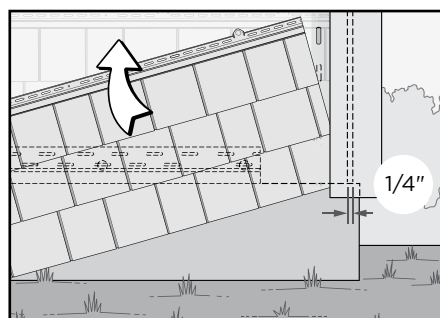

Figura 2
2. Empezando por el lado derecho de la pared, enganche la pata de bloqueo inferior del panel en la tira de inicio y deslice el panel en el poste de esquina o canal receptor (Figura 2). Deje un espacio de 1/4" para la expansión entre el panel y la esquina. Si planea instalar el poste de esquina ingleteado, deje un espacio de 2-3/4" desde el panel hasta la esquina.